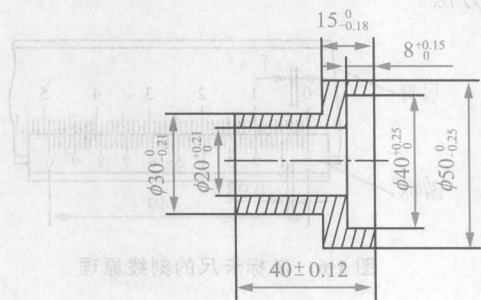

图 1-4 轴套
使用游标卡尺测量如图 1-4 所示轴套的各部分尺寸。
- (1)准备工件:轴套,45钢,尺寸见图1-4。
- (2)准备工、刃、量、辅具:0.02(0~150)mm、0.02(0~300)mm游标卡尺各一把。
如图1-4所示轴套,根据图样可知需要测量工件的外径、孔径、长度、宽度、深度等,按图样中尺寸进行测量。
使用千分尺测量图 1-4 所示轴套的各部分尺寸。